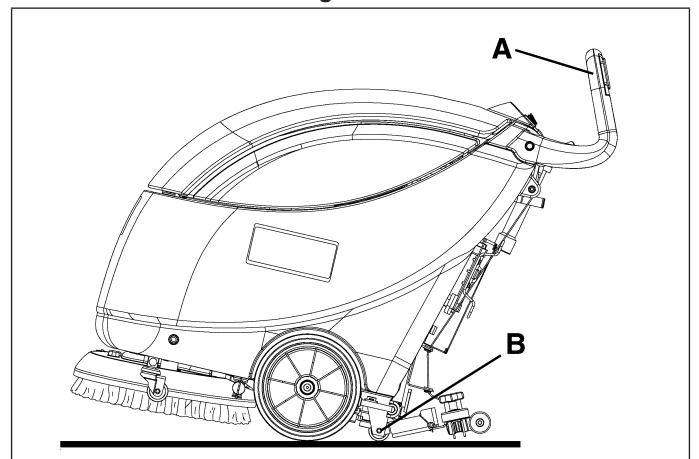

Figure 19
3. Empuñar el manillar (A, Fig. 19) con las manos y bajarlo ligeramente hasta llevar la rueda trasera (B) en contacto con el suelo, como muestra la figura. Manteniendo la máquina en esta condición, empujarla en un lugar adecuado para el transporte/estacionamiento.